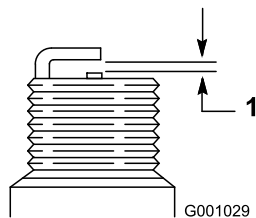

Figure 40
- Réglez l'écartement des électrodes de la nouvelle bougie à 0,76 mm (0,030 po), comme montré à la Figure 40.